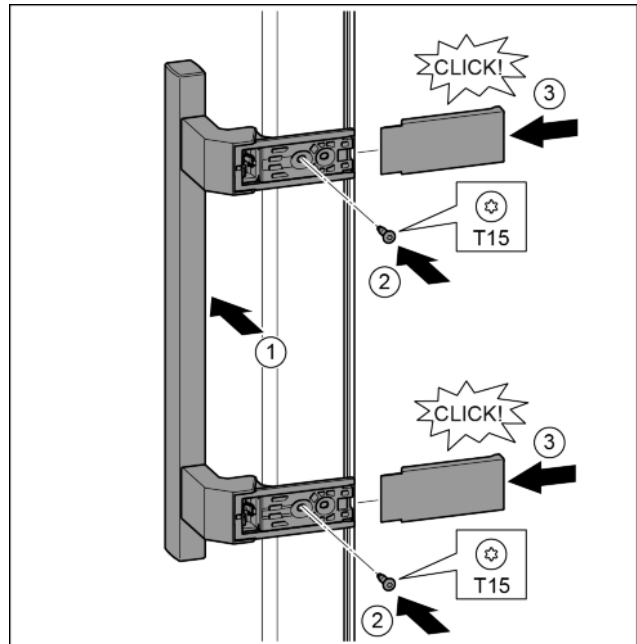

Fig. 17
- ▶ Poser la poignée sur le côté opposé. Fig. 17 (1)
- ▶ Serrer les vis avec un tournevis T15. Fig. 17 (2)
- ▶ Mettre en place les caches latéralement et les enfiler. Fig. 17 (3)